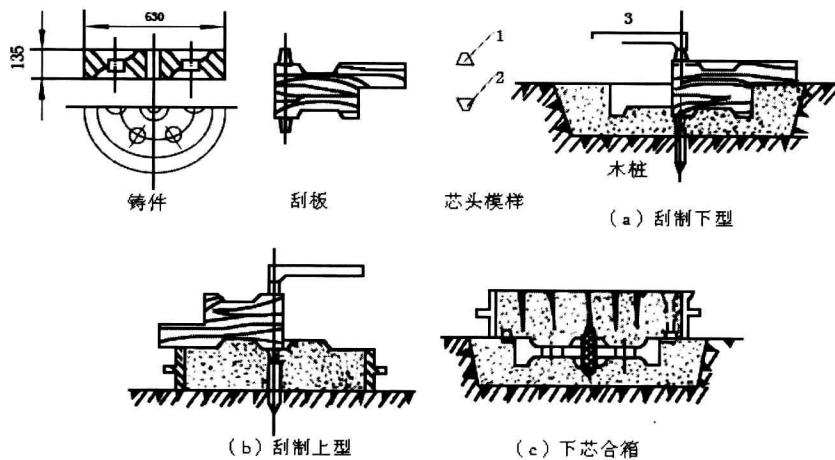

图 2-4 皮带轮的刮板造型过程
(4) 刮板造型如图 2-4 所示, 是一个皮带轮工件的刮板造型操作步骤。